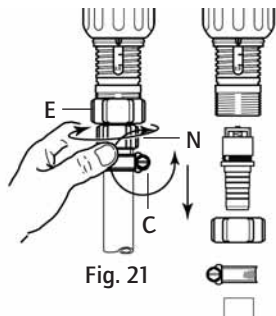

Fig. 21
- Per il tubo di aspirazione Ø 20 (opzione V), svitare con un cacciavite, il colare (Fig. 21-C) montato nel tubo di aspirazione.